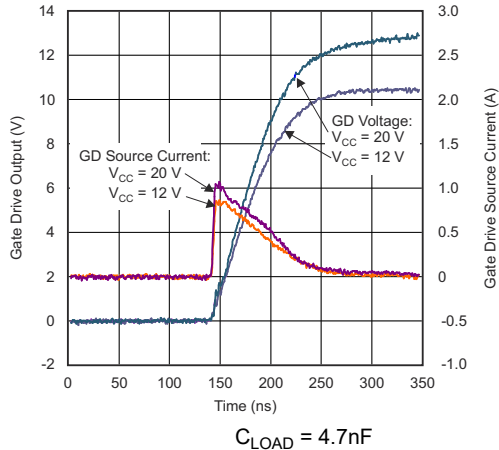
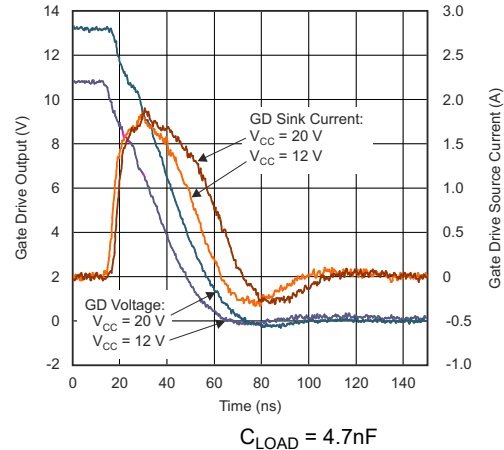
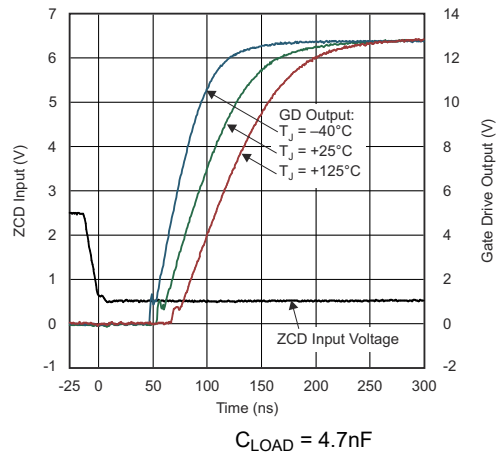
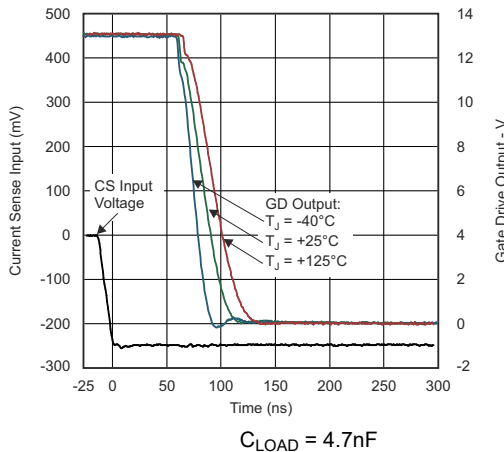

図 6-13. ゲート駆動立ち上がりと時間との関係
図 6-14. ゲート駆動立ち下がりと時間との関係
図 6-15. ゲート駆動立ち上がり / ZCD 入力からの遅延と時間との関係
図 6-16. ゲート駆動立ち下がり / CS 入力からの遅延と時間との関係
- (1) 過剰な V_{CC} 入力電圧および電流は本デバイスを損傷させます。このクランプは、レギュレートされていないバイアス電源から本デバイスを保護することはしません。レギュレートされていないバイアス電源を使う場合、UA78L15A などの直列接続の固定正電圧レギュレータを使うことを推奨します。 V_{CC} の電圧、電流、接合部温度の制限値については、「絶対最大定格」表を参照してください。
- (2) 代表的なゲート駆動波形については、「代表的特性」の図 6-13、図 6-14、図 6-15、図 6-16 を参照してください。
- (3) ZCD ブランキング時間は設計により保証されています。
- (4) ゲート駆動オン時間は ($V_{COMP} - 0.125V$) に比例します。オン時間比例係数 K_T は、 R_{TSET} 値で直線的にスケールリングされ、2 相モードと単相モードでは異なります。スイッチング周期の最小値は R_{TSET} に比例します。
- (5) ZCDA と ZCDB の両方の立ち下がりエッジが再起動時間の間検出されない場合、GDA と GDB の両方で出力オン時間が生成されます。単相モードでは、ZCDA 入力と GDA 出力に再起動時間が適用されます。
- (6) 通常の動作範囲より高い温度では、サーマル シャットダウンが作動します。通常動作温度を上回る温度でのデバイス性能は、規定も保証もされていません。